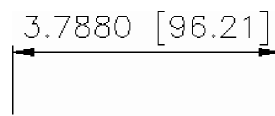

Fig. 6.76 Afișarea unităților alternative
- Dacă, de exemplu, se dorește afișarea valorii unei cote în inci și milimetri, se va stabili în caseta *Multiplier for Alt Units* din secțiunea **Alternate Units** valoarea 25.4. Valoarea cotei în unități alternative este afișată între paranteze drepte – vezi Fig. 6.76.